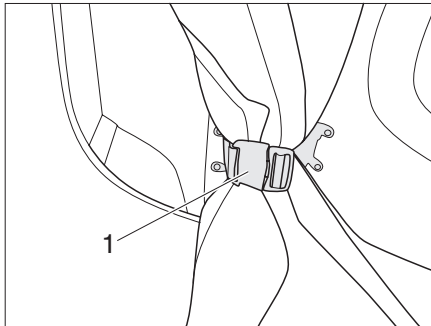

Bild 57 Gurtschloss Aufstelldach
- ▶ Gurtschlösser (Bild 57,1) auf beiden Seiten des Aufstelldachs öffnen.
- ▶ Gurtschlösser (Bild 57,1) auf beiden Seiten des Aufstelldachs schließen.